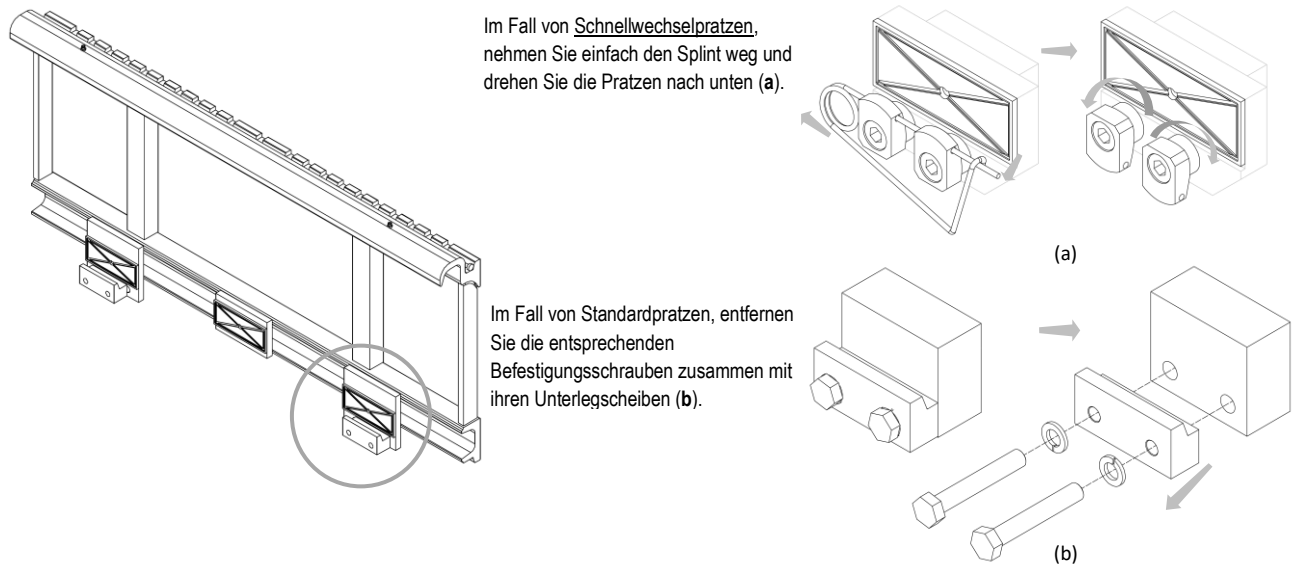

Abbildung 8
5. Entfernen Sie die unteren Haken vom Anbaugerät und fetten Sie die unteren Gleitstücke ein (siehe *Abbildung 8*).